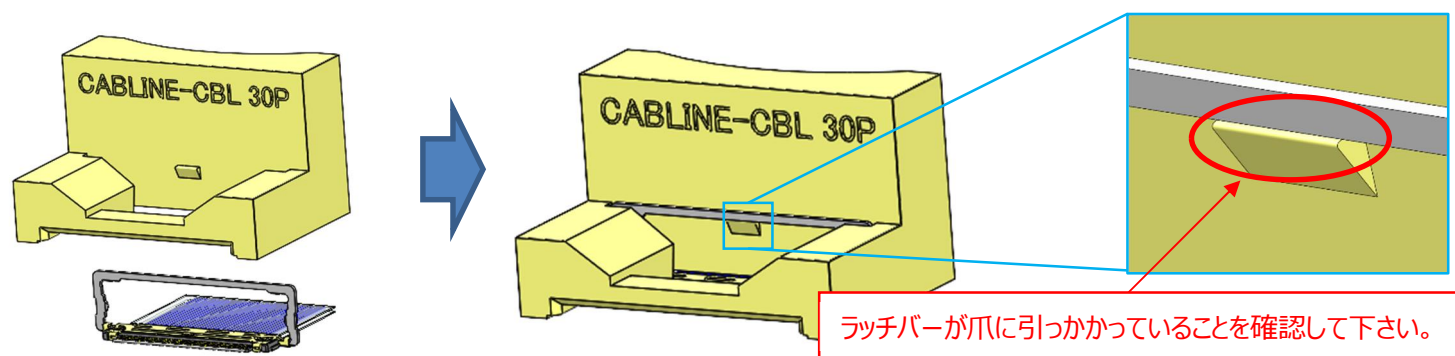

図 11
- ① ロックバーを垂直に立て、上から JIG を装着する。(図 11)